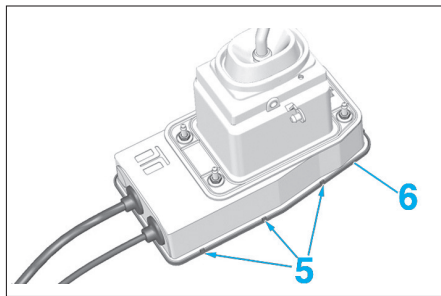

Fig. 9
- Couper les ergots (5) à l'aide d'une pince coupante (Fig.9).
- Déposer la plaque de fermeture du boîtier (6), à l'aide d'un tournevis.